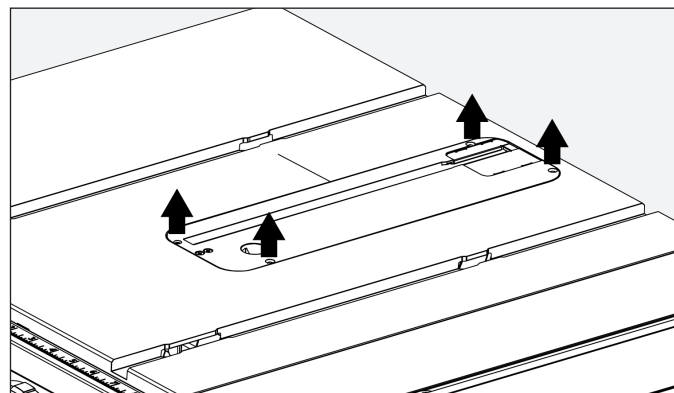

Figure 14B
Si un réglage est nécessaire, ajuster les vis hexagonales de réglage (4) (figure 17A) vers le haut ou vers le bas selon le cas. Répétez ce processus au besoin jusqu'à ce que la passe-lame soit au niveau. Pour retirer la plaque à gorge, abaissez la lame sous le plateau, puis faites glisser délicatement la plaque à gorge de l'arrière de la table vers l'avant, en maintenant la lame centrée dans la fente de la plaque à gorge. (figure 14B)